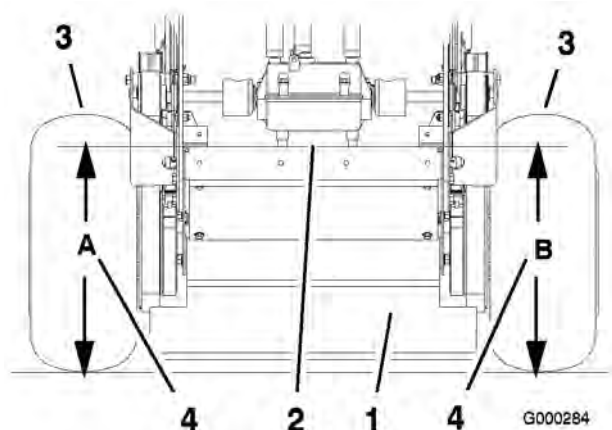

Figura 61
4. Mida la altura de la plataforma del motor en la posición **A** (Figura 61).
5. Mida la altura de la plataforma del motor en la posición **B** (Figura 61).